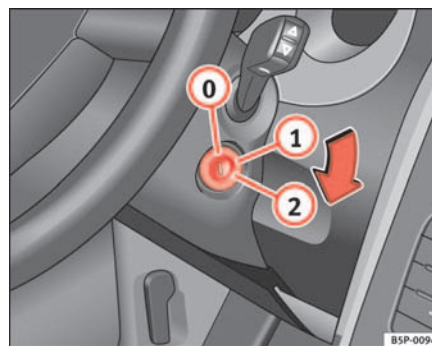

Abb. 115 Stellungen des Zündschlüssels
In dieser Stellung ⇒ Abb. 115 sind die Zündung und der Motor ausgeschaltet und die Lenkung kann gesperrt werden.
- Drehen Sie den Zündschlüssel in Stellung ⇒ Seite 158, Abb. 115 ①. Beim Vorglühen des Motors leuchtet die Kontrollleuchte  auf.
- Wenn die Kontrollleuchte nicht (mehr) leuchtet, drehen Sie den Zündschlüssel in Stellung ② zum Anlassen des Motors – geben Sie kein Gas.
- Drehen Sie den Zündschlüssel in Stellung ⇒ Seite 158, Abb. 115 .